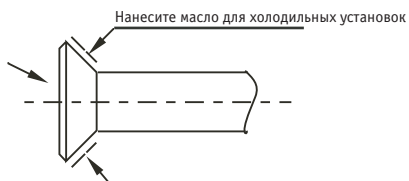

Рис. 6-2
- Перед соединением нанесите на поверхность развальцованной трубы и гаек масло для холодильных установок. Заверните гайку вручную, сделав 3-4 оборота перед затяжкой накидных гаек (См. рис. 6-2).